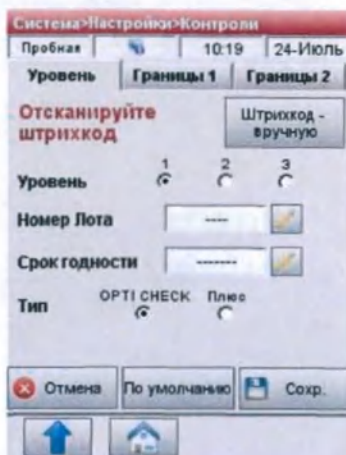

Рис.3-8 Подтвердите информацию о лоте
7. Подтвердите номер партии, срок годности и тип контроля на вкладыше, поставляемом с контрольным материалом (Рис.3-8). Если штрих-код недоступен, нажмите **<Штрихкод-вручную>** и введите контрольные данные вручную.